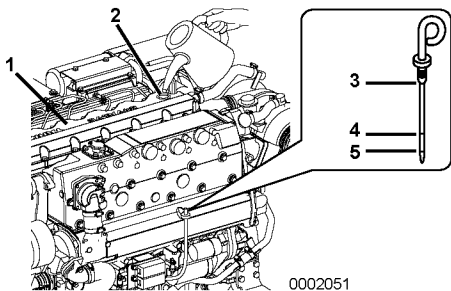

Figure 4
- 2. Retirez la jauge (Figure 4, (3)) et essuyez-la à l'aide d'un chiffon propre.
- 4. Retirez la jauge. Le niveau d'huile doit se situer entre les lignes supérieure (Figure 4, (4)) et inférieure (Figure 4, (5)) de la jauge.
- 1. AVIS: Empêchez la poussière et la saleté de contaminer le liquide de refroidissement du moteur. Nettoyez soigneusement la jauge, le bouchon de remplissage et les zones avoisinantes avant d'enlever le bouchon. Retirez le bouchon de remplissage d'huile jaune (Figure 4, (2)) sur le dessus du couvre culbuteur (Figure 4, (1)) et ajoutez l'huile moteur.
- 2. Remplissez d'huile moteur jusqu'au repère supérieur (Figure 4, (4)) de la jauge d'huile (Figure 4, (3)). Enfoncez complètement la jauge à huile pour vérifier le niveau. AVIS: Ne remplissez JAMAIS le moteur d'huile moteur au-delà de sa capacité.
- « Plein » signifie la quantité d'huile située au repère supérieur (Figure 4, (4)) sur la jauge.
- « Effective » signifie la différence entre la quantité d'huile située au repère supérieur et celle située au repère inférieur (Figure 4, (5)).
- 3. Serrez à la main le bouchon de l'orifice de remplissage (Figure 4, (2)) fermement.